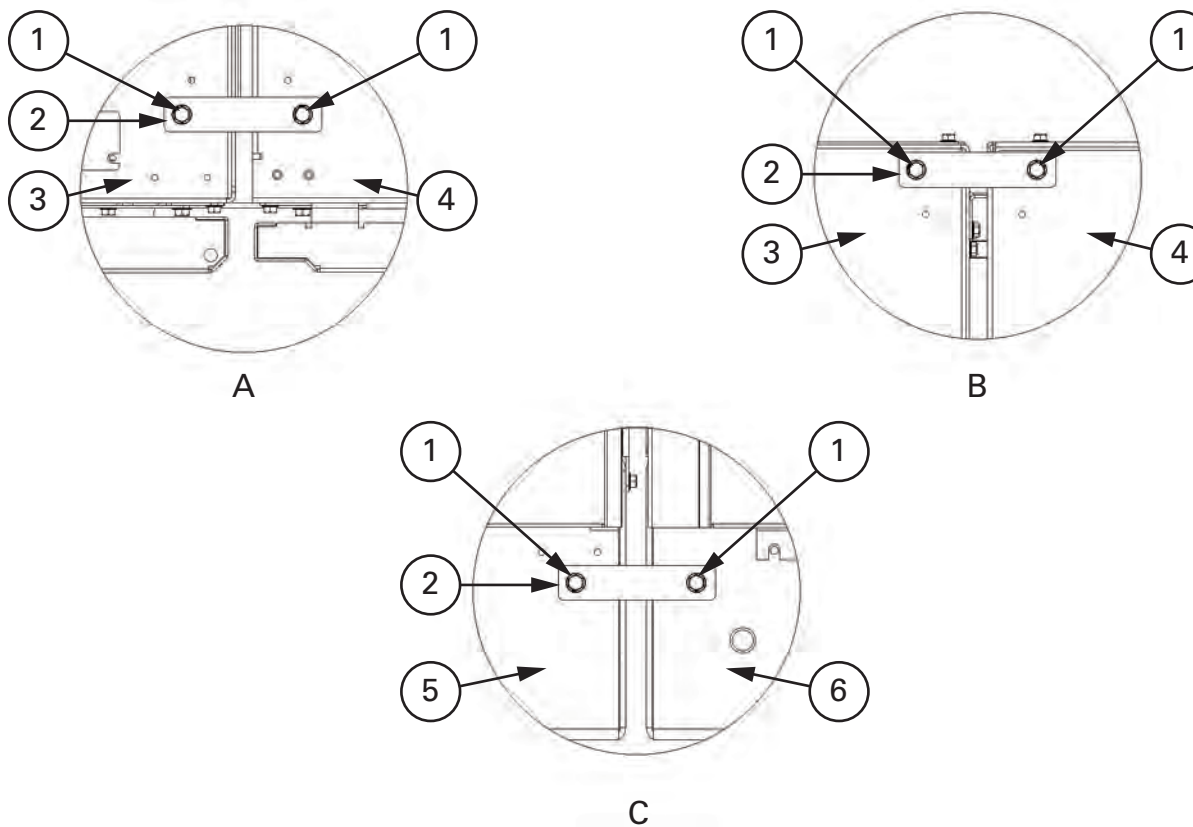

Рис. 4-5. Соединительные скобы для секций ISBM и UPM
11. Найдите крепежный комплект (находится в мешочке, привязанном к левой средней панели секции UPM). Возьмите из полевого набора две плоские скобы и винты. Установите плоские скобы таким образом, чтобы отверстия в них совпадали с отверстиями в верхней задней и верхней передней части секций ISBM и UPM. Закрепите скобы при помощи винтов из полевого набора (см. Рис. 4-5).
12. Возьмите из полевого набора одну плоскую скобу и винты. Установите плоскую скобу таким образом, чтобы отверстия в ней совпадали с отверстиями в передней части секций ISBM и UPM. Закрепите скобы при помощи винтов из полевого набора (см. Рис. 4-5).
2. Выкрутите винты, удерживающие верхнюю и нижнюю защитные панели, после чего снимите эти панели, чтобы открыть доступ к входным и выходным клеммам, а также клеммам аккумулятора (см. Рис. 4-5 на стр. 42). Сохраните компоненты для их установки на место в дальнейшем.